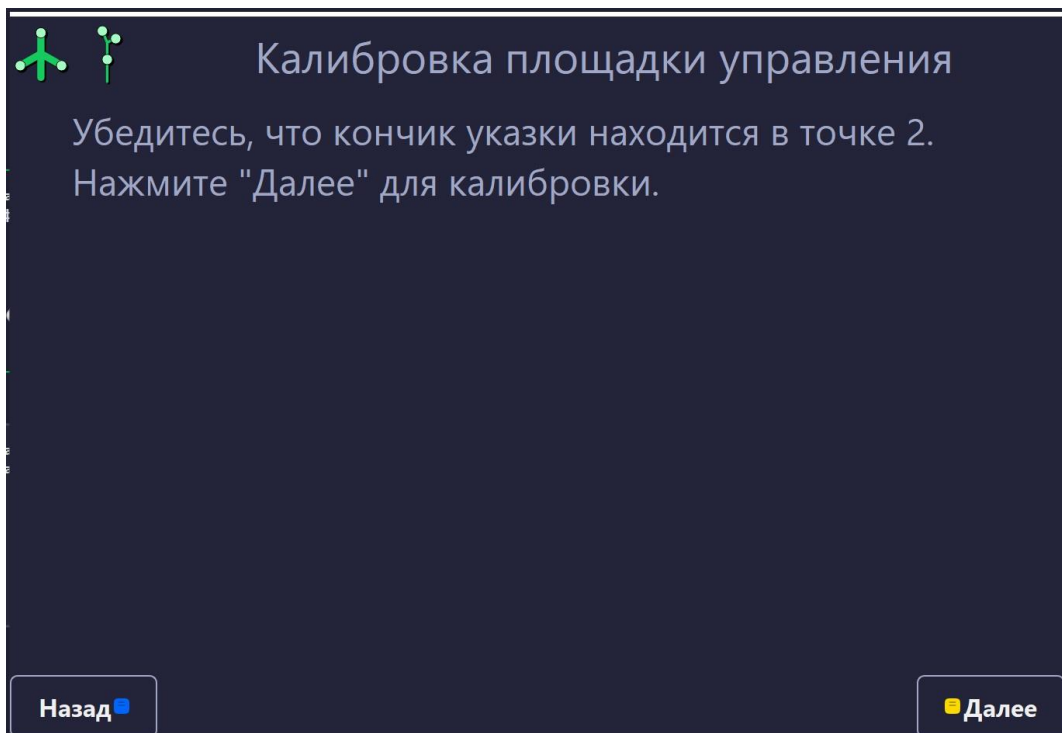

Рисунок 166 – Установка указки в точку 2
4. Установить кончик указки в точку 2 и нажать на кнопку «Далее» или воспользоваться желтой педалью (рисунок 166).